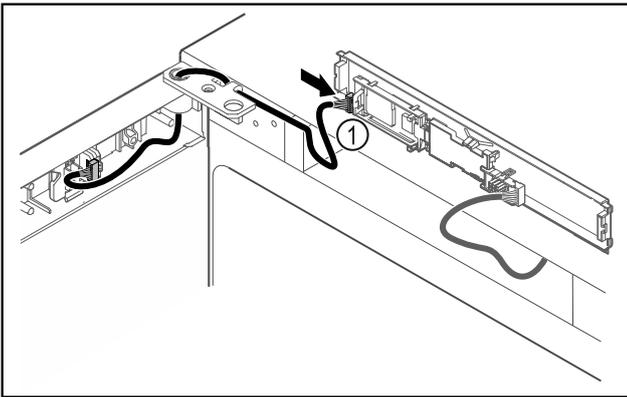

Fig. 41
- ▶ Stecker Fig. 41 (1) an Platine anstecken.